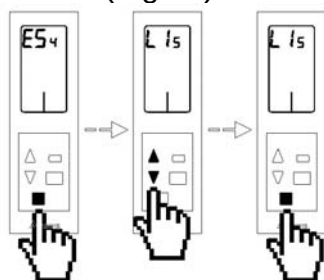

Fig. 73
- o **Liberare una uscita di controllo:** Se si desidera liberare una uscita secondaria già associata, selezionarla mediante le frecce di selezione $\Delta \nabla$ e premere ☐ per accedere al menù "liberare". In questo menù apparirà per difetto la opzione "SI" 5 e premere ☐ per confermare. Se non si desidera associare ulteriori uscite, premere ☐ per tornare al menù precedente. (Fig.73)